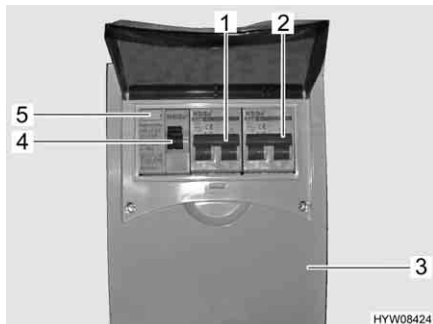

Fig. 63 Scatola dei fusibili a 230 V con interruttore di sicurezza e interruttore automatico FI
Un interruttore di sicurezza per correnti di guasto (interruttore automatico FI) (Fig. 63,4) nella scatola dei fusibili (Fig. 63,3) protegge l'intero veicolo da correnti di guasto (0,03 A).
L'interruttore di sicurezza collegato in serie (10 A) (Fig. 63,1) protegge le prese da 230 V, l'apparecchio per l'alimentazione elettrica, il caricabatteria supplementare e il frigorifero.
Per veicoli con accessori opzionali, p. es. l'impianto di climatizzazione, un ulteriore interruttore di sicurezza (16 A) (Fig. 63,2) protegge l'apparecchio.
- Se il veicolo è collegato all'alimentazione a 230 V, premere il tasto di controllo (Fig. 63,5). L'interruttore di sicurezza per correnti di guasto (FI) deve scattare.